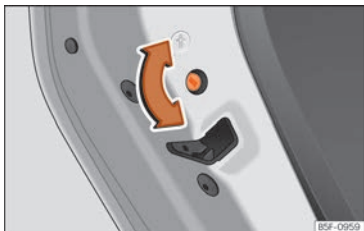

Abb. 93 Kindersicherung in der linken Tür
- Drehen Sie bei geöffneter Tür den Schlitz mit dem Fahrzeugschlüssel an den linken Türen im Uhrzeigersinn »» Abb. 93 und bei den rechten Türen gegen den Uhrzeigersinn.
- Drehen Sie bei geöffneter Tür den Schlitz mit dem Fahrzeugschlüssel an den linken Türen gegen den Uhrzeigersinn »» Abb. 93 und bei den rechten Türen im Uhrzeigersinn.